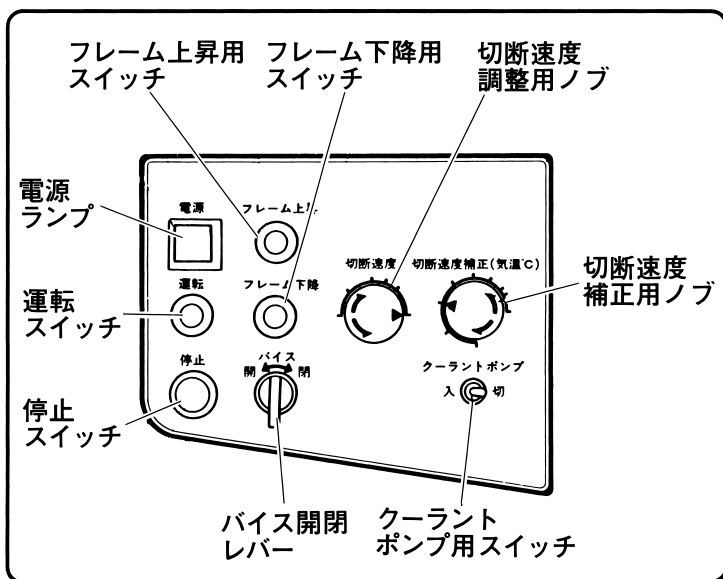

図 13
- (2) バイス開閉レバー (図13参照) を右方向にまわし、バイス (B) で材料を締付ける。
- (1) バイス開閉レバー (図13参照) を左方向にまわし、バイスの油圧を解除する。
- (2) ロックレバーを左回転させた状態でバイス (B) を引き戻す。
- (3) 材料をはずす。
- 注** • アッパーバイスを使用する場合は、必ずバイスのバイス(B)を締付けてから、アッパーバイスを締付けてください。アッパーバイスを先に締付けると、バイス (B) が締付けられない場合があります。
- (1) バイス (A) 側のM16ボルトを付属のボックススパナでゆるめ、バイスフレームを移動し、材料の中心付近にバイスプレートを移動する。
- (2) M16ボルトを締付ける。
- (3) バイス開閉レバー (図13参照) を右方向にまわし、バイス (B) で材料を締付ける。
- (4) 160mmハンドルを右方向にまわし、バイスプレートで材料を締付ける。